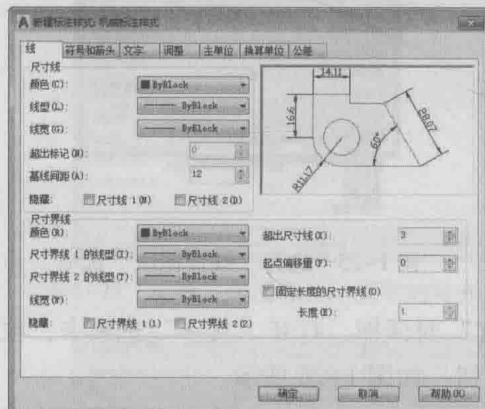

图 1-20 设置“线”选项卡
3. 在“新样式名”文本框中输入“机械标注样式”，单击“继续”按钮，弹出“新建标注样式”对话框并打开“线”选项卡，在“基线间距”文本框中输入 12，即基线标注时尺寸线之间的距离为 12 mm；在“超出尺寸线”文本框中输入 3，即尺寸界线超出尺寸线 3 mm；在起点偏移量文本框中输入 0，即尺寸界线的起点和标注对象之间无偏移，如图 1-20 所示。